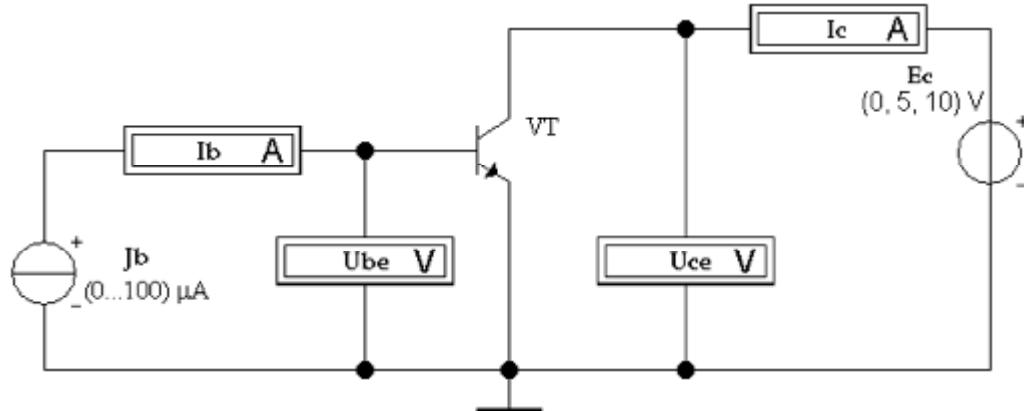

Рис.1. Схема для построения входных и выходных характеристик транзистора
- 1.1. Составить схему для снятия статических характеристик транзистора с общим эмиттером (ОЭ) (рис.1).